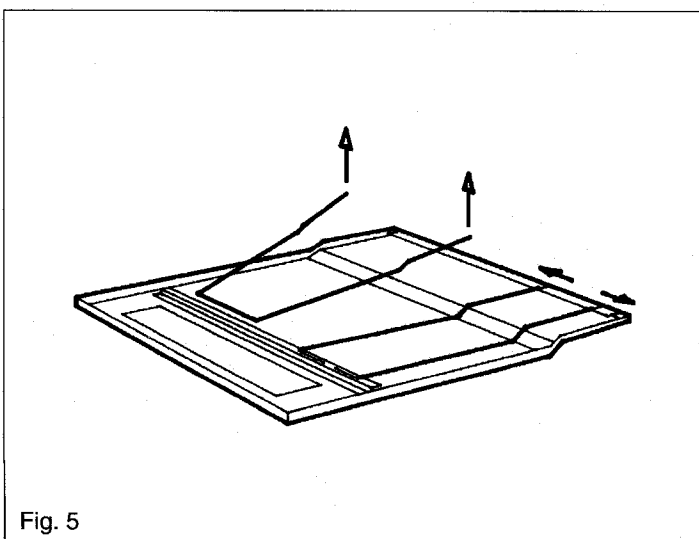

Fig. 5
5. Pousser le bout des tiges métalliques vers l'extérieur et dégager par le haut (Fig. 5). Retirer le filtre antigraisse.